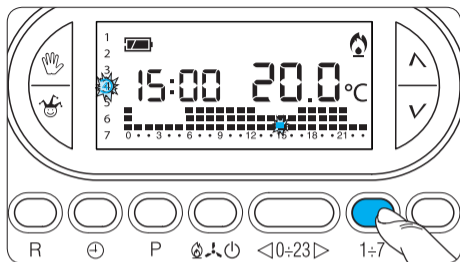

Fig. 30
7.6- Per programmare diversamente i giorni successivi, far avanzare il giorno tramite il pulsante **1÷7** e ripetere la medesima procedura indicata al punto 7.4 (fig. 30).